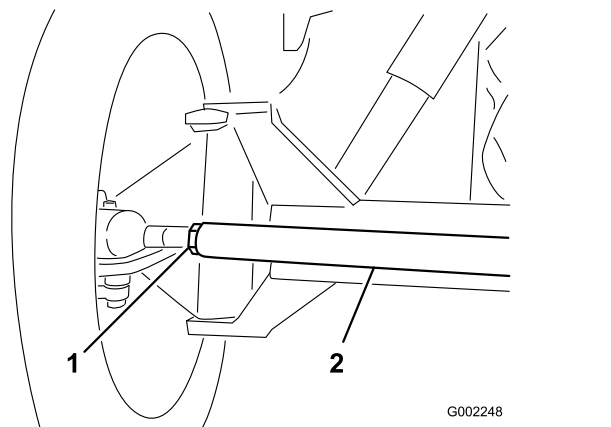

图53
3. 如果测量值超出规定的范围、请松开横拉杆两端的锁紧螺母图53。